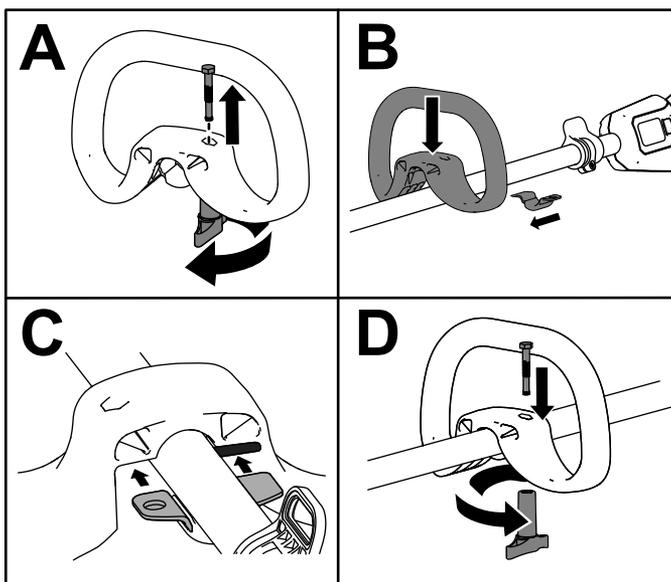

Figure 3
1. Détachez la poignée auxiliaire du support inférieur sur le manche en desserrant le bouton de blocage de la poignée et en retirant le boulon à tête creuse (A de la Figure 3).
2. Placez la poignée auxiliaire en face du support inférieur sur le manche de la débroussailleuse (B de la Figure 3).
3. Insérez le support inférieur dans la fente de la poignée auxiliaire (B de la Figure 3).
4. Fixez la poignée auxiliaire au support inférieur à l'aide du boulon à tête creuse retiré précédemment (C de la Figure 3).